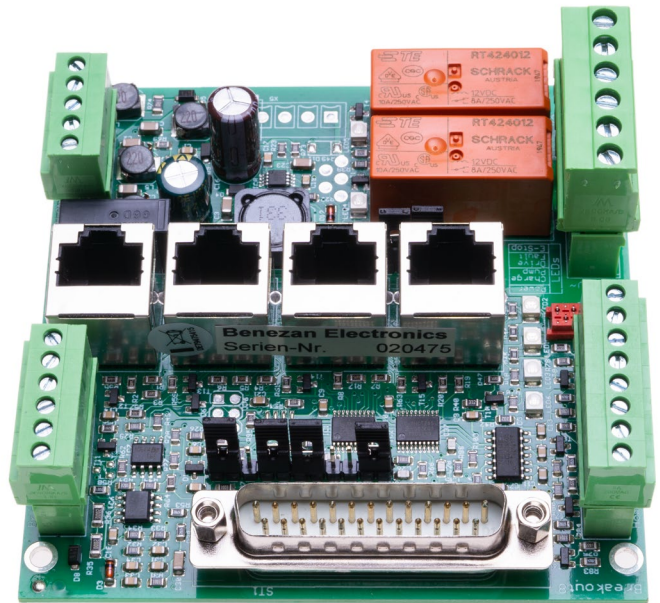

Bild 9: Jumperung für die Verwendung mit Estlcam
- 1-2, 4-5, 6-7, 10-11 (siehe Bild 9)